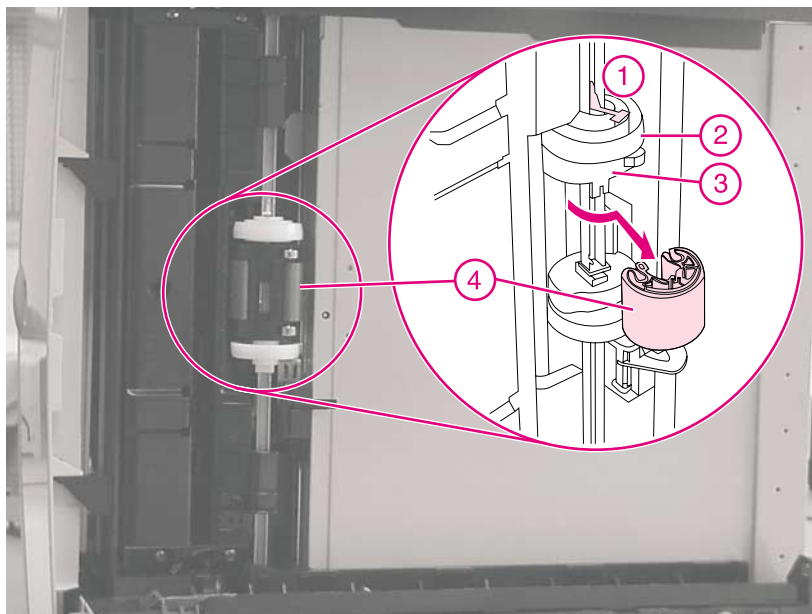

Figure 9 Retrait du rouleau d'entraînement du bac 2 (partie inférieure de l'imprimante)
- 3 Appuyez sur la languette de verrouillage (figure 9, détail 1) de la came latérale blanche (détail 2). Eloignez-la, ainsi que le chariot noir (détail 3), du rouleau (détail 4).